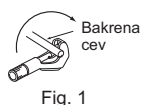

Fig. 1
- 1) Cevovod hladilnega sredstva in odtočno cev napeljite skupaj in ga tesno ovijete z izolacijskim trakom (4) po celi dolžini.
- Ovoji izolacijskega traku (4) se morajo prekrivati po 1/3 širine traku. Konec izolacijskega traku zalepite s samolepilnim trakom (4).
- 2) Izvlecite čep odtoka na zadnjem desnem delu notranje enote. (Fig. 1)
- 1) Bakreno cev pravilno odrežite z orodjem za rezanje cevi. (Fig. 1, 2)